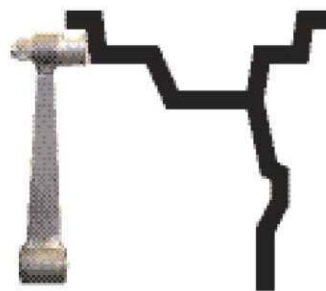

Рис. 10.1
10.2. Данная модель СБ снабжена устройством, позволяющим автоматически вводить диаметр "d" колеса и дистанцию "A". Для этого необходимо, взяв за рукоятку, вытянуть из корпуса СБ штангу ввода параметров, подвести палец на конце рукоятки к месту установки корректирующих грузов на внутренней стороне обода (см. рис. 10.1) и удерживать штангу в этом положении до появления звукового сигнала, после чего вернуть штангу в исходное положение.